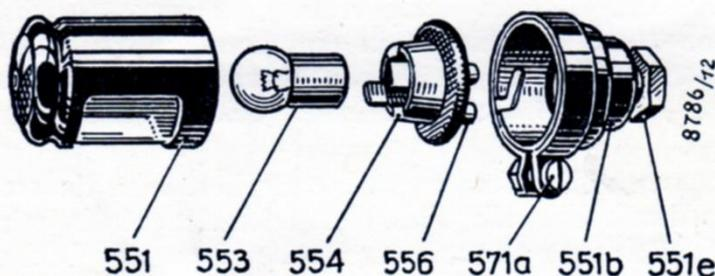

Bild 10.
**a) Nummerlaterne JN 5** (Bild 10). Diese Laterne hat zylindrische Form. Sie kann auch als Handlaterne verwendet werden, indem ihre Befestigungsmutter 551 e gelöst und die Laterne aus dem Schlitz des Trägers herausgenommen wird. In diesem Fall muß ein zweiadriges Kabel (Bestellzeichen NKA 30/2×0,75) verwendet werden, das auf seinem Wege vom Scheinwerfer bis zur Nummerlaterne durch Kabelhalter (Bild 15) und an den Stellen, wo es